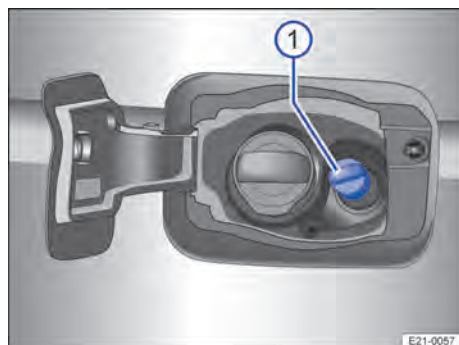

Abb. 180 Hinter der Tankklappe: Tankverschluss für AdBlue (Prinzipdarstellung).
Der AdBlue®-Einfüllstutzen befindet sich hinter der Tankklappe neben dem Tankeinfüllstutzen für Kraftstoff → Abb. 180 ①.